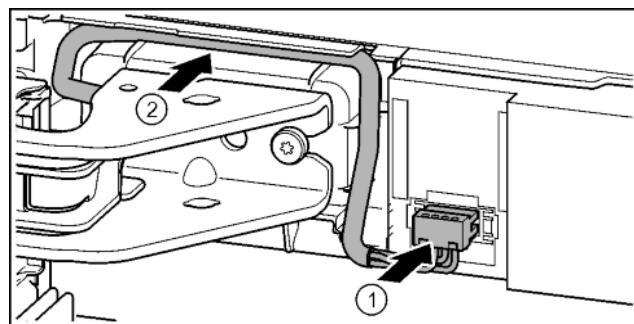

Fig. 35
- ▶ Зафиксировать штекер над верхним опорным кронштейном и осторожно уложить жилы кабеля в канал. *Fig. 35 (1)*
- ▶ Осторожно проложить серый кабель в направляющей над верхним опорным кронштейном. *Fig. 35 (2)*